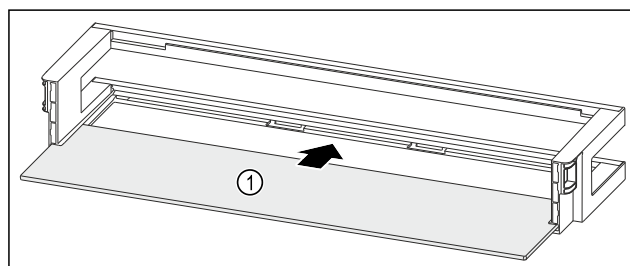

Fig. 52 Durvju plaukts ar plauktu
- ▶ Iebīdiet plauktu Fig. 52 (1) sānu gropēs.